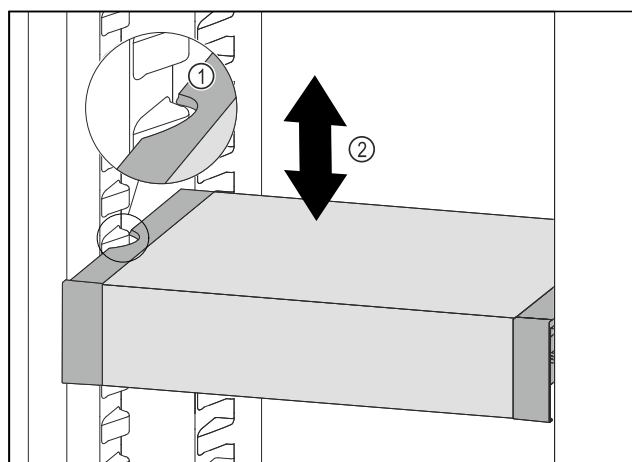

Fig. 111
- ▶ Táhněte VarioSafe dopředu, dokud nebudou boční vybrání VarioSafe na úrovni žebrování na nádoby v chladničce. Fig. 111 (1)
- ▶ Posouvejte VarioSafe v chladničce nahoru nebo dolů, dokud nedosáhnete požadované výšky. Fig. 111 (2)